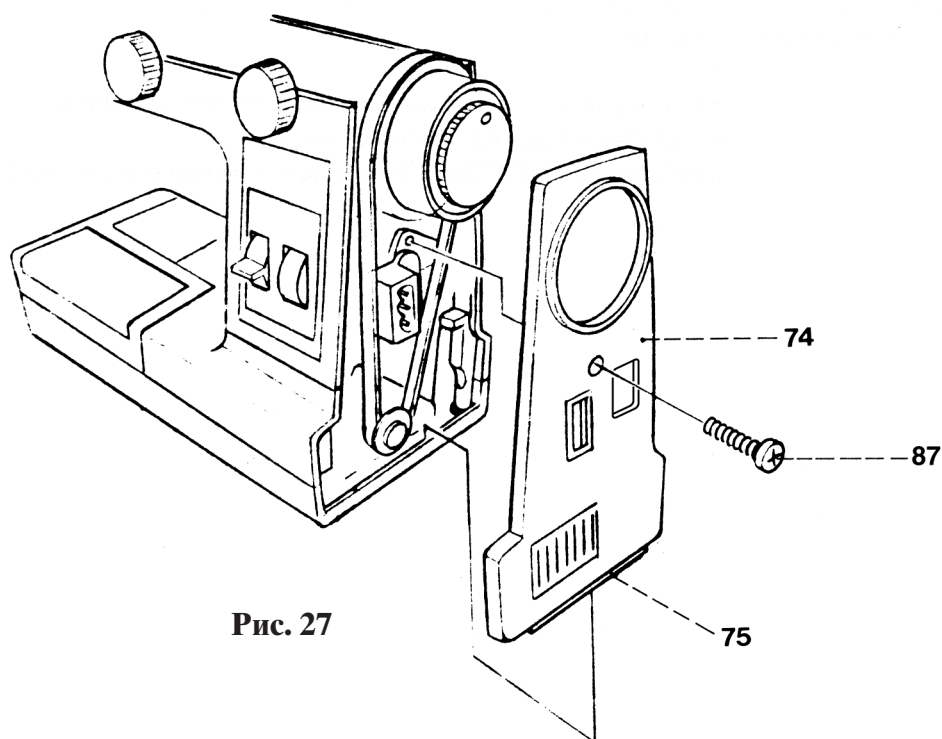

Рис. 27
- Выкрутить винты 87 (рис. 27).